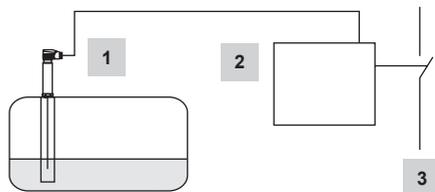

Fig. 6
- Fig. 6** **Plantas de água quente (pressurizada) e caldeiras de vapor aquecidas eletricamente de acordo com a EN 12953-06.**